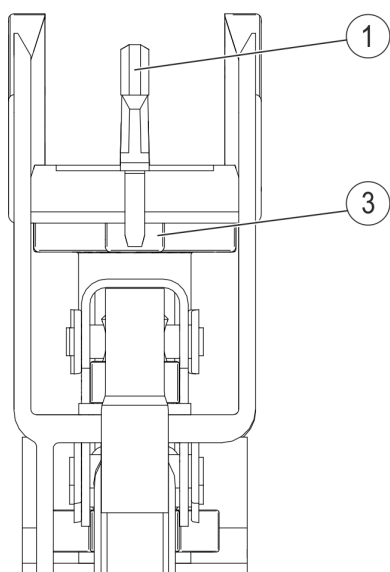

Abb. 130: Schleifkontakt (Pos. 1) sitzt im Kontaktblech (Pos. 3)
- Der Schleifkontakt (Pos. 1) muss zwischen das Kontaktblech (Pos. 3) eingesetzt werden und darf nicht neben dem Kontaktblech sitzen (siehe Abb. 130).